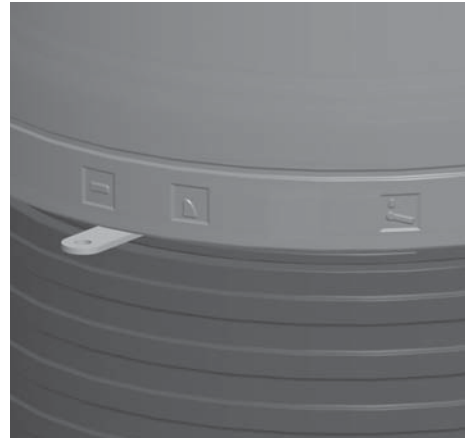

Abb. 4.11 Verbrennungsluftschieber ganz nach links geschoben - Verbrennungsluft komplett geschlossen
- Ziehen Sie den Verbrennungsluft-Schieber komplett nach links in die geschlossene Stellung (siehe Abb. 4.11) - das beruhigt die gesamte Brennraumdynamik,